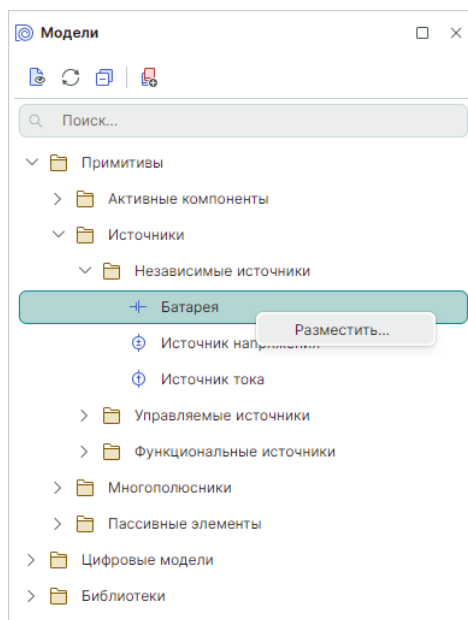

Рис. 68 Добавление элемента на схему
1. Вызовите контекстное меню для выбранного объекта и нажмите «Разместить», см. Рис. 68.